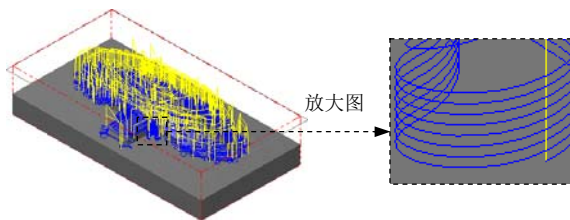

图 9.12 刀具路径
(1) 在“曲面残料粗加工”对话框的 **刀具路径参数** 选项卡的列表框中显示出 Step4 所选择的刀具，双击该刀具，系统弹出“定义刀具-机床群组-1”对话框。
(2) 设置刀具号码。在“定义刀具-机床群组-1”对话框的 **刀具号码** 文本框中, 将原有的数值改为 2。
(3) 设置刀具参数。单击“定义刀具-机床群组-1”对话框中的 **参数** 选项卡, 在 **进给速率** 文本框中输入值 150.0, 在 **下刀速率** 文本框中输入值 100.0, 在 **提刀速率** 文本框中输入值 500.0, 在 **主轴转速** 文本框中输入值 1600.0。
(4) 设置冷却方式。在 **参数** 选项卡中单击 **Coolant...** 按钮, 在系统弹出的“Coolant...”对话框的 **Flood** (切削液) 下拉列表中选择 **On** 选项。单击 **✓** 按钮, 关闭“Coolant...”对话框。
(5) 单击“定义刀具-机床群组-1”对话框中的 **✓** 按钮, 完成刀具参数的设置。
Step8. 单击“曲面残料粗加工”对话框中的 **✓** 按钮, 同时在图形区生成图 9.12 所示的刀具路径。